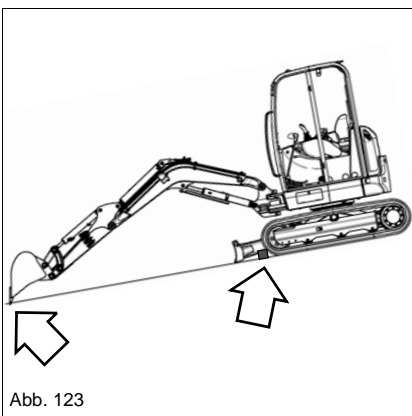

Abb. 123
- Laufwerksketten mit entsprechenden Absicherungen (z.B. Unterlegkeile, Klötze) wie in Abb. 123 versehen.